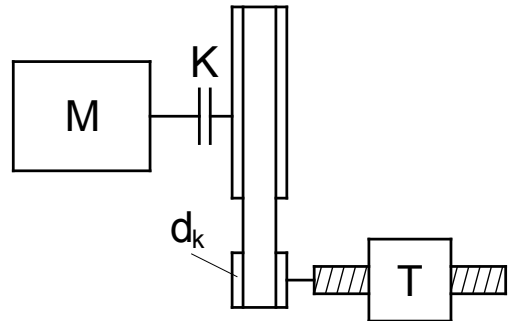

Bild 2: Mit Getriebe
- Um unabhängig von der coaxialen Wellenanordnung zu sein und um einen kostengünstigen Normmotor mit einer Drehzahl von $n_M = 1440 \text{ min}^{-1}$ verwenden zu können, wird zwischen Motor und Spindel ein Riemengetriebe angeordnet (Bild 2). Ermitteln Sie hierfür das erforderliche Kupplungsmoment.